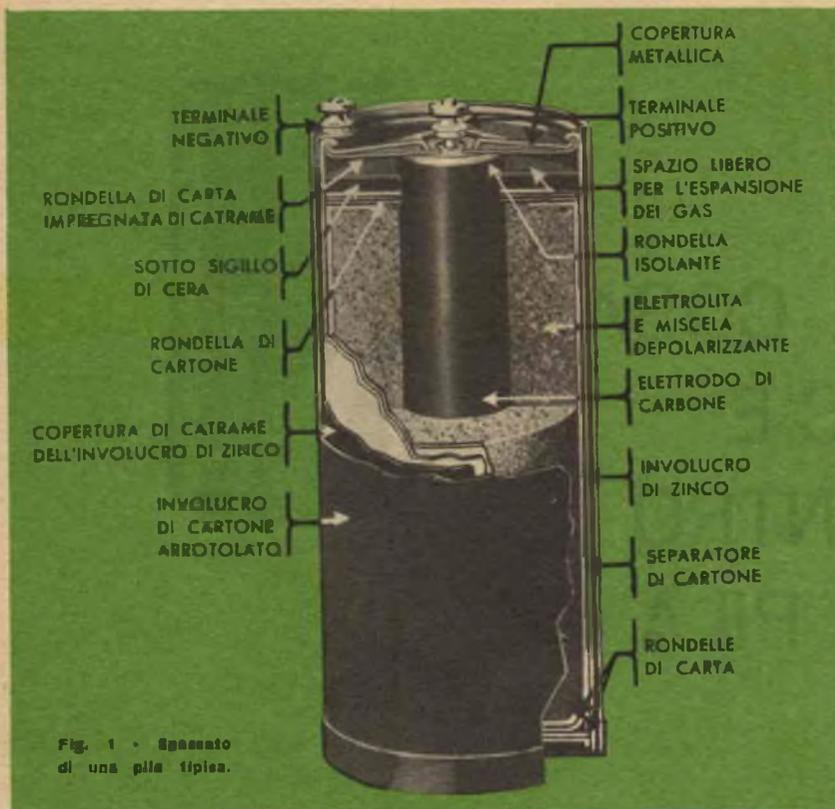

Fig. 1 - Spaccato di una pila tipica.
**Che cosa succede?** — In fig. 1 è illustrata in sezione una tipica pila a secco. La custodia esterna viene usata come elettrodo negativo della pila; l'elettrodo positivo consiste in un pezzo cilindrico di carbone posto al centro della pila. I due elettrodi sono separati da una sostanza pastosa composta da un elettrolita e da una miscela depolarizzante.